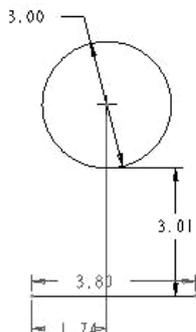

图 2-36 标注直线与圆距离
- (1) 单击尺寸标注按钮 , 进入尺寸标注操作。
(2) 分别选择草绘图中左侧圆的边线和底线左侧的斜边线，在二者之间任意一点单击鼠标中键以放置尺寸，结果如图 2-36 所示，尺寸为“3.01”。
(3) 双击尺寸“3.01”，将其修改为“3”。